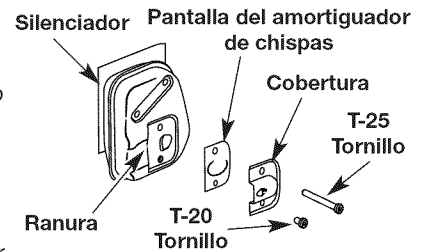

Fig. 39
- Con un destornillador de vástago plano o broca Torx T20, saque el tornillo que conecta la cubierta del amortiguador de chispas al silenciador (Fig. 39).